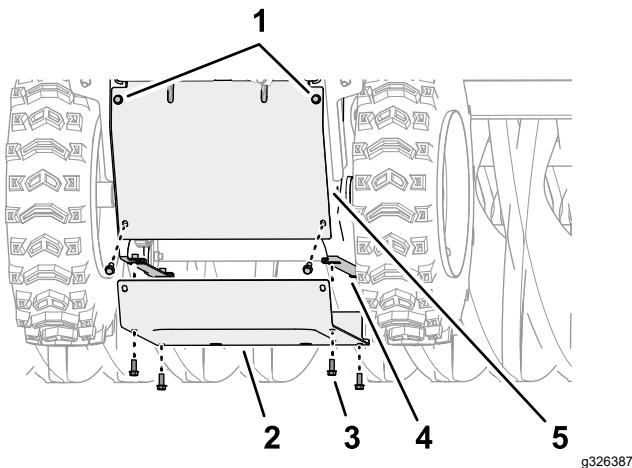

Figura 51
- Nella parte inferiore della macchina, allineate i fori presenti nel coperchio inferiore con i fori presenti nelle flange delle piastre laterali destra e sinistra (Figura 51).
- 5. Montate il coperchio inferiore alla macchina (Figura 51) con le 6 viti a testa cilindrica con flangia (1/4" x 5/8").
- 6. Serrate le 2 viti a testa cilindrica con flangia superiori (1/4" x 5/8") che fissano il coperchio posteriore alla macchina (Figura 51).